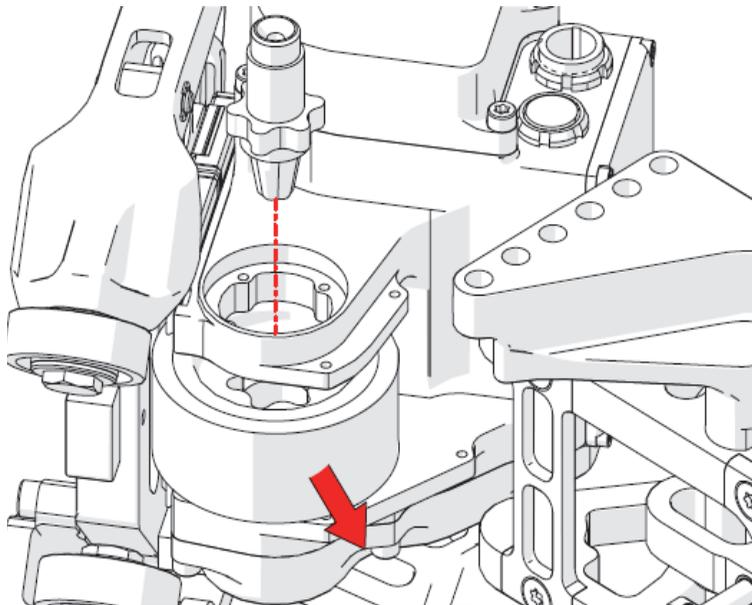

Figure 2-22 Retrait de l'essieu et de la roue
24. Retirez l'essieu de la roue motrice en le faisant passer par le bras de l'essieu (Figure 2-22 à la page 106).
25. Retirez la roue motrice usée (Figure 2-22 à la page 106).